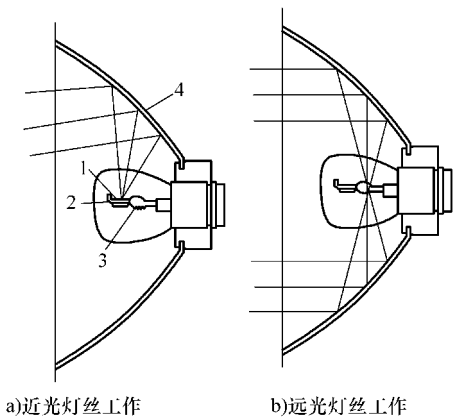

图 10-18 双灯丝前照灯工作原理
2) 工作原理。如图 10-18 所示，以双灯丝前照灯为例，说明其工作原理。